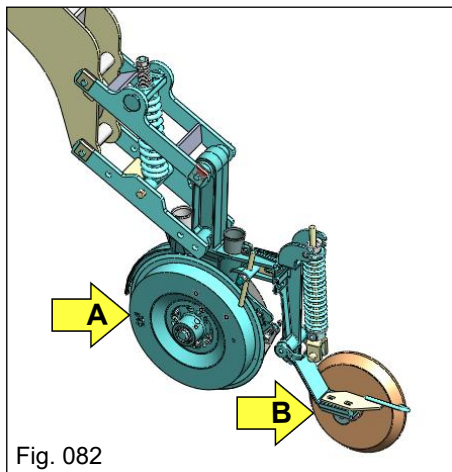

Fig. 082
- Anel controlador de profundidade "A" (Fig. 082) fixo no disco duplo, e limpador cilíndrico.
- Conjunto da roda compactadora de ferro "B" (Fig. 082) que tem a finalidade de pressionar o sulco, fazendo com que o solo seja imediatamente colocado sobre a semente, evitando a compactação, e facilitando a germinação das sementes. É fornecido com roda posicionada a esquerda ou à direita.